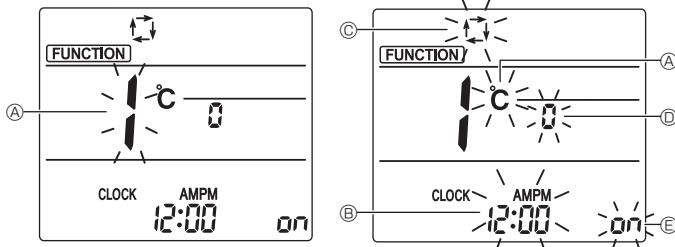

Fig. 4-11
Отобразится экран настройки индикации дисплея. (Fig. 4-11)
4.12.2. Изменение единицы температуры (Fig. 4-11 Ⓐ)
4.12.3. Изменение отображения времени (Fig. 4-11 Ⓑ)
4.12.4. Изменение АВТОМАТИЧЕСКОГО режима (Fig. 4-11 Ⓒ)
4.12.5. Изменение номера пары (Fig. 4-11 Ⓗ)